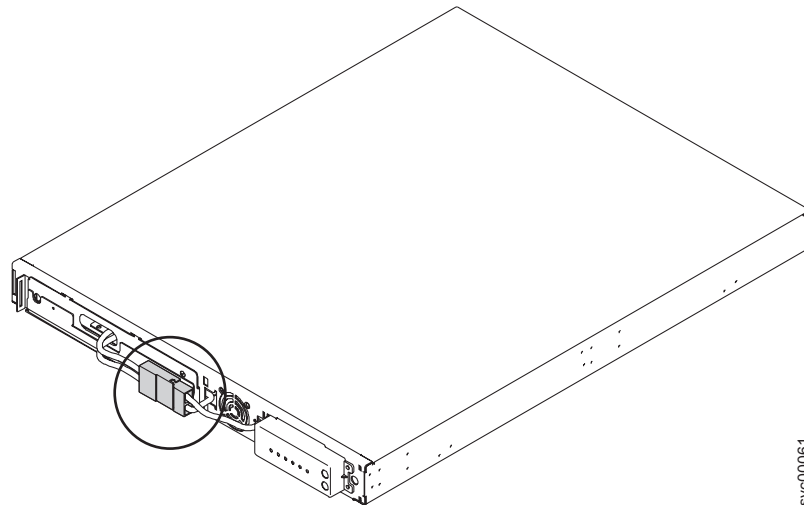

図 125. 内部バッテリー・コネクタを適所に収めた 2145 UPS-1U
7. 内部バッテリー・コネクタを接続します。 335 ページの図 125 を参照してください。